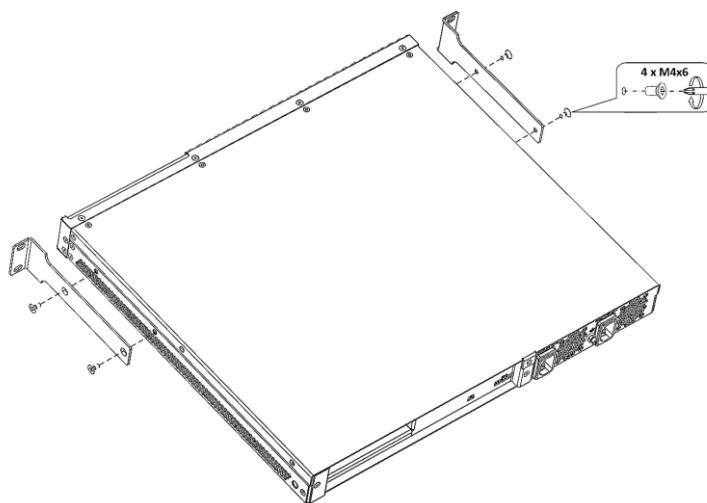

Рисунок 23 – Крепление кронштейнов из комплекта для монтажа в стойку
- прикрепите кронштейны винтами к корпусу с помощью отвертки (Рисунок 23).